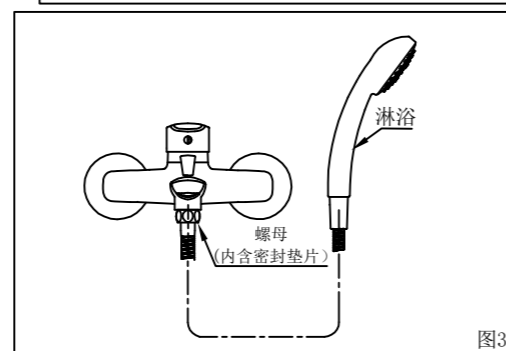

图3
4. 淋浴软管的安装,如图3所示
①确认软管头部螺母内有无密封垫片。
②将软管螺母装于水嘴本体上。